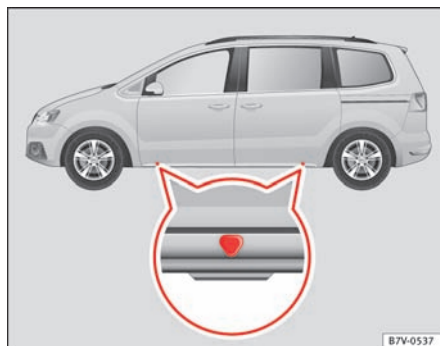

Fig. 180 Løftepunkter til donkraften
Donkraften må kun sættes på de markerede løftepunkter (markeringer på karosseriet) ⇒ Fig. 180. Markeringen angiver løftepunkternes position **under** bilen. Løftepunkterne er placeret på kanter, der ligger **bag** de forreste
5. Find løftepunktet til donkraften ⇒ Fig. 180 under bilen, der er tættest på det hjul, der skal skiftes.